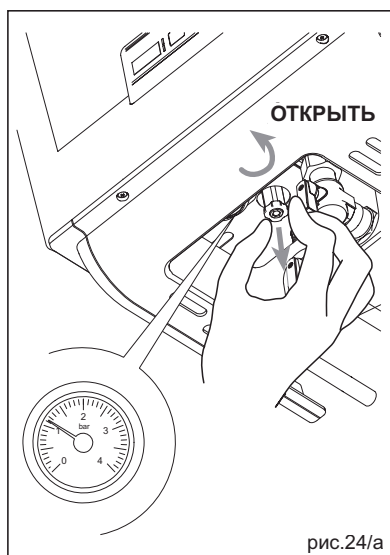

рис.24/a
– ОТСУТСТВИЕ ПЛАМЕНИ "AL 06" (рис. 24/b)